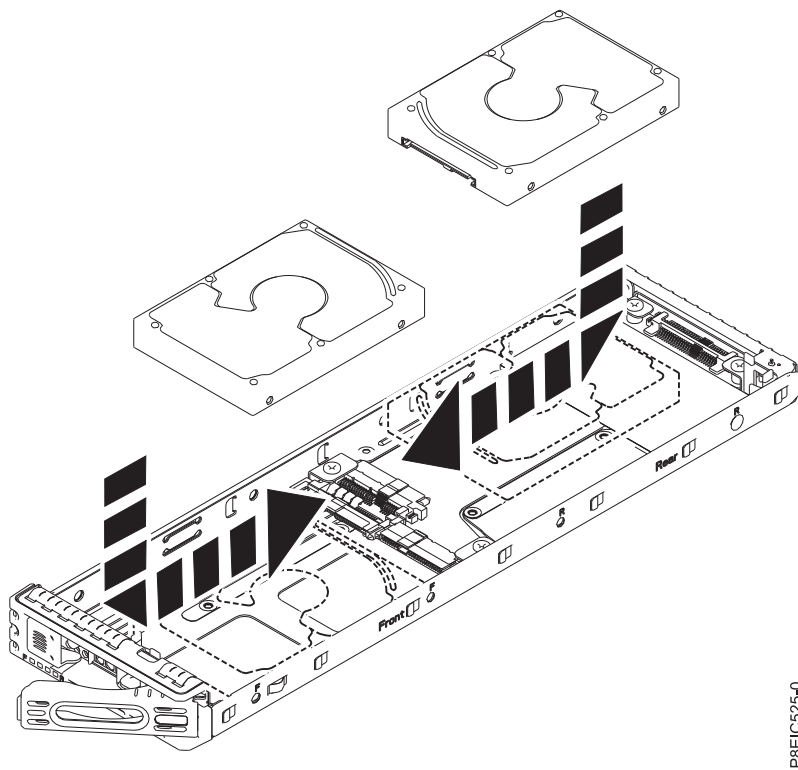

Figura 16. Instalación de la unidad de 2,5 pulgadas en la bandeja
- a. Coloque la unidad en la bandeja y, después, deslice la unidad hacia el zócalo, tal como se indica en Figura 16.